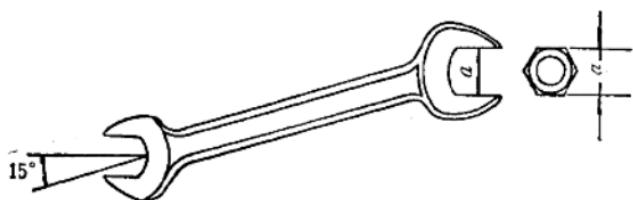

图 1-2 钳口相对扳手柄的斜角是15度
2. 板手的钳口与手柄之间有 15° 的夹角，在狭窄的地方使用时要颠倒过来，如图1-2所示。